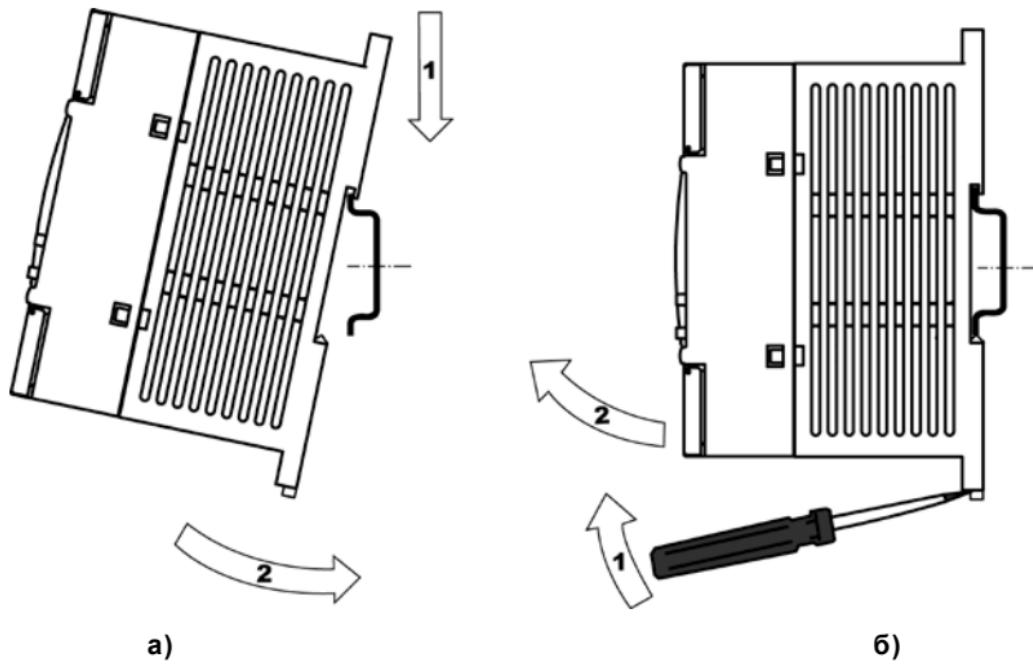

Рисунок 6.1 – Монтаж контроллера с креплением на DIN-рейку
- для съема контроллера с DIN-рейки в проушины защелок вставляются остирия отверток (см. рисунок 6.1, б), и защелки одновременно отжимаются по стрелке 1, после чего контроллер отводится от DIN-рейки по стрелке 2.